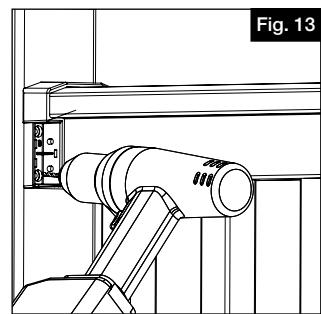

Fig. 13
- Repita el proceso de perforado para los restantes tres tornillos (Fig. 13).